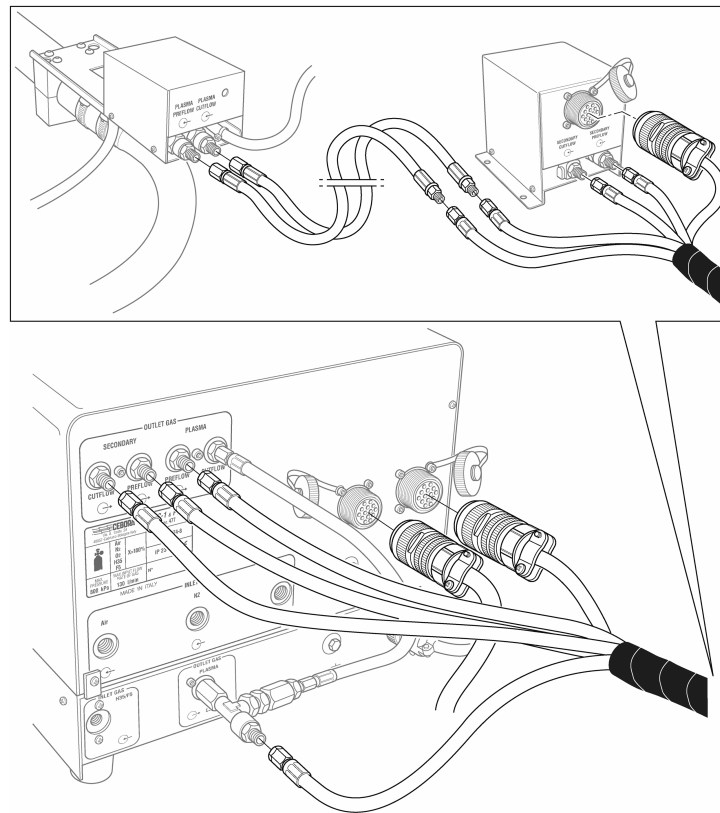

Abb. 3.7
- Schlauch zwischen dem Ausgang “plasma cutflow” von PGC-1 und dem Eingang “plasma” von PGC-2 (siehe Abb. 3.7)